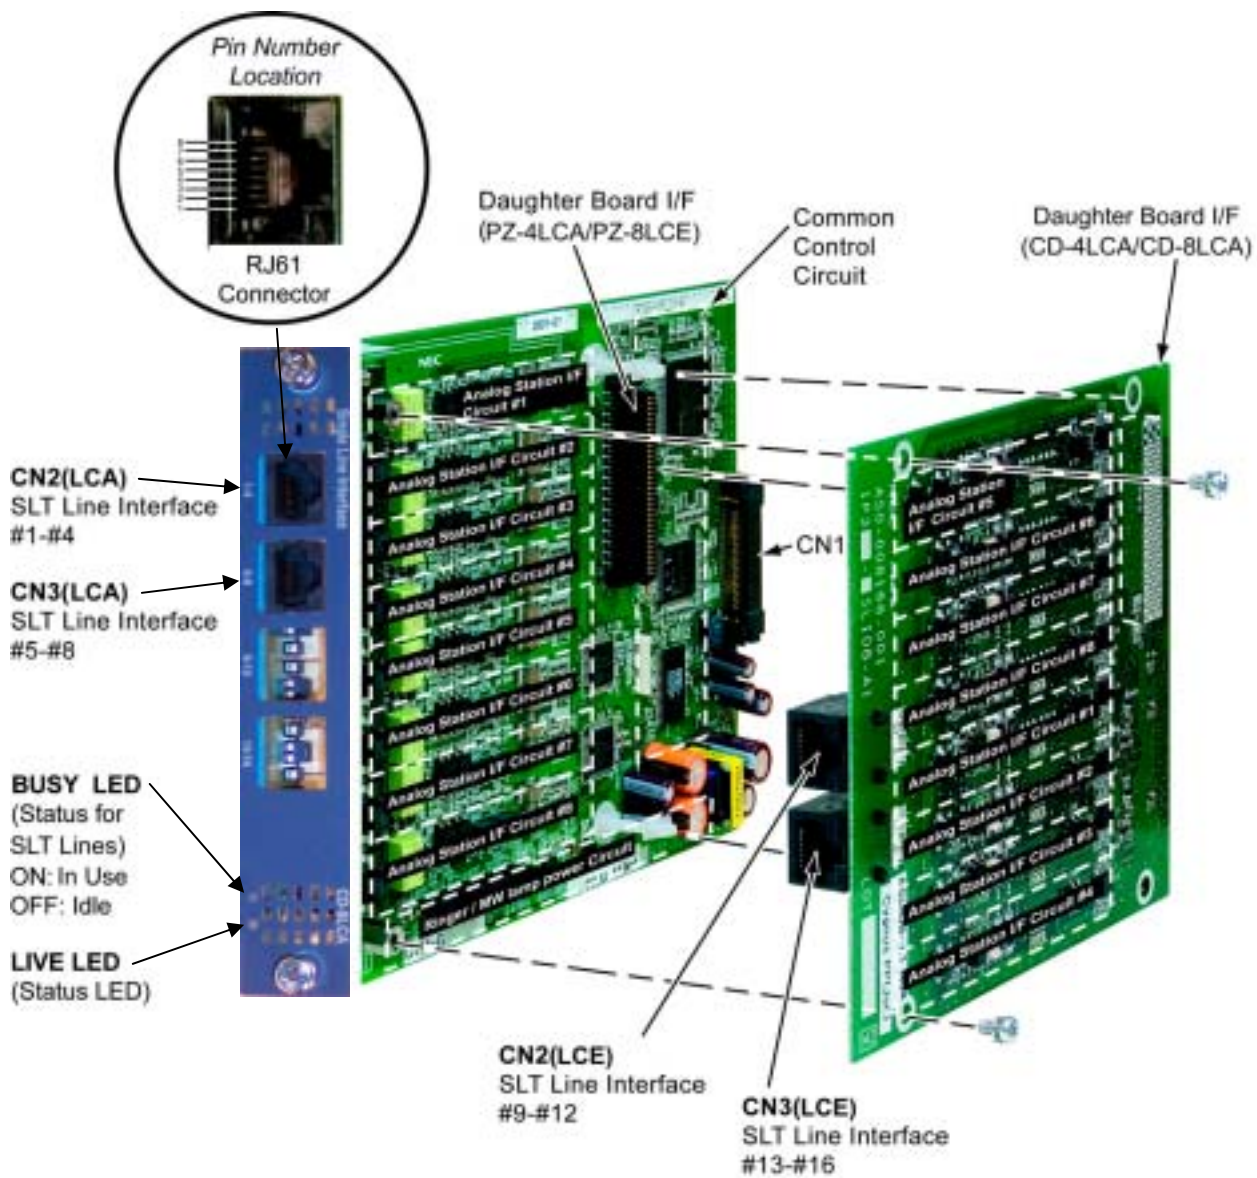

图 4-18 安装 PZ-8LCE 子板
1. **8LCE** 子板的附件中有 **4** 个塑料支架。把塑料支架安装在 **CD-8LCA** 板上。确定支架从子板的侧伸出，参考“图 4-18”。
2. 将 **PZ-8LCE** 子板的 **CN1** 连接器对准 **CD-8LCA** 板卡的 **CN4** 连接器。将两个板按压在一起，确保塑料支架锁紧。参考“图 4-18”。
“表 4-27” 表示 RJ-61 连接器的引线出脚。8LCE 板连接器的位置参考 “图 4-18” 。